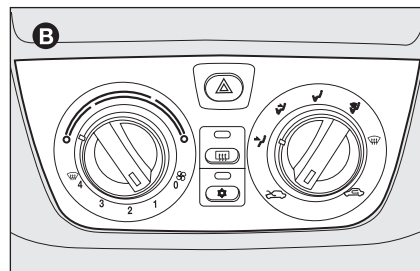

fig. 6
- con climatizzatore manuale **B-fig. 6**;